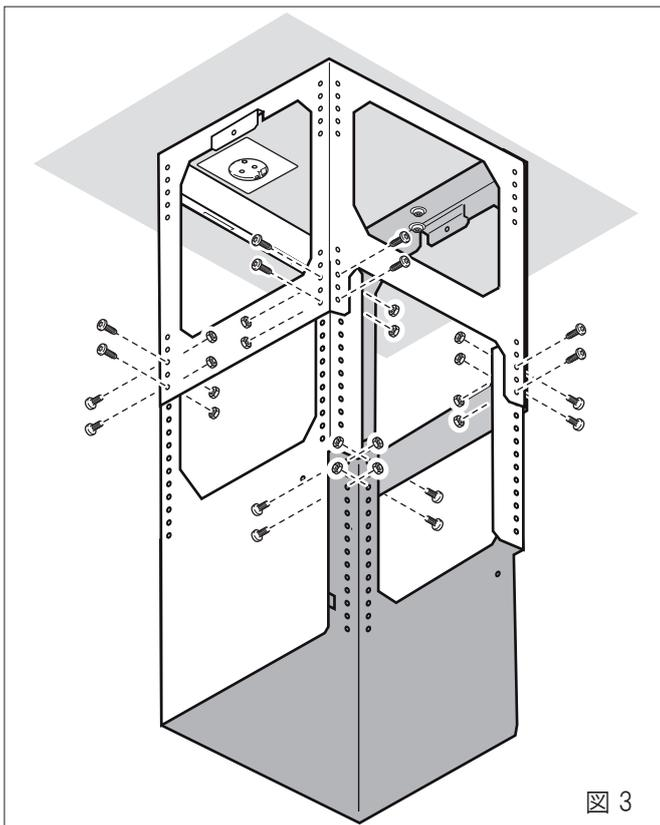

図 3
2. 下部吊下げ金具を上部吊下げ金具に差し込み、16 個のビスを使用して固定してください。(図 3)